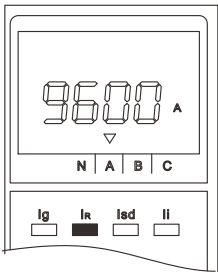
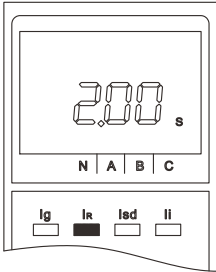

图48 脱扣电流
图49 脱扣时间
④ 脱扣状态：控制器正常运行时，按两下“菜单”键，则显示上一次脱扣信息，1min内自动进入正常运行状态，也可按“返回”键进行复位，详见图48、图49。